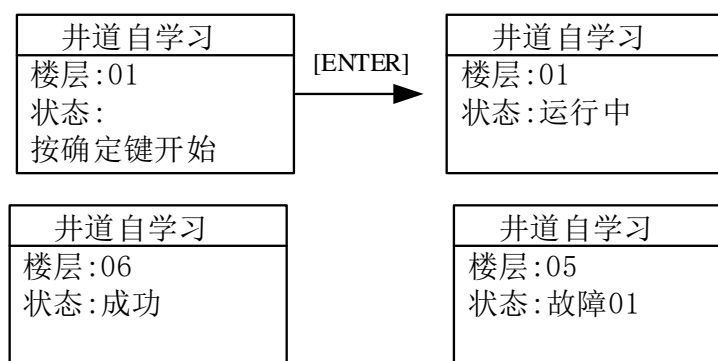

图 3.5.1 井道自学习操作示意图
3. 使电梯进入紧急电动状态，使用操作器或、电梯专家或者小键盘触发井道自学习，以下以操作器为例进入自学习菜单，按菜单提示操作，如图 3.5.1 所示；